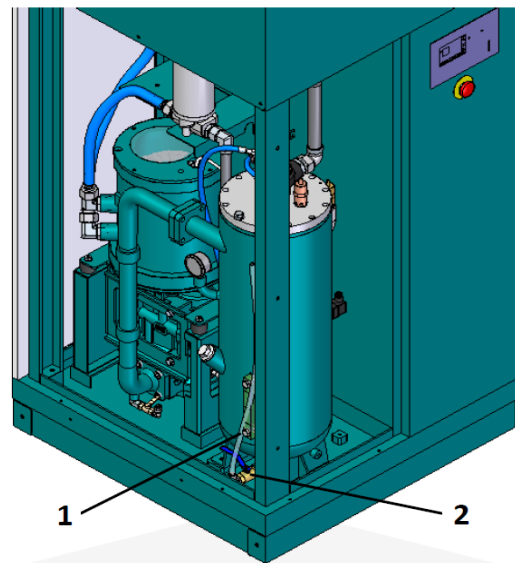

图 33 : 泄油口
5. 取下泄油管(图 33/1)。
6. 小心打开泄油口(图 33/2)并检查放出来的液体。
8. 关上泄油口(图 33/2)。
9. 将泄油管(图 33/1)重新固定。